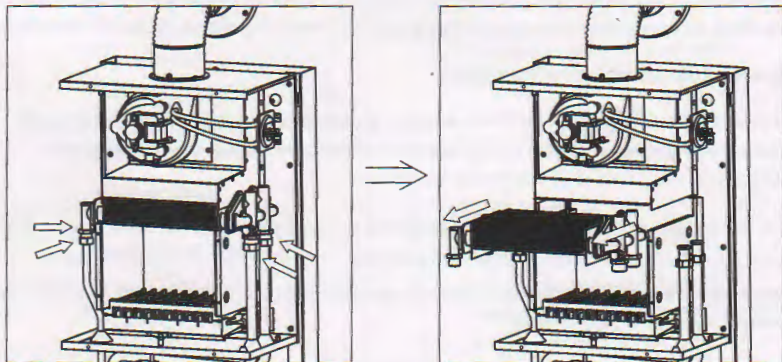

Рис.5
- 3) Используйте гаечные ключи с указанием 26мм 30мм, чтобы освободить гайки на входе / выходе медной трубы, которые, соединяющие теплообменник; вынуть основной теплообменник, нажав наружу (как рис.5)